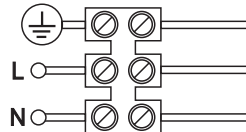

Рис. 2
- Присоедините подготовленные концы проводов к проводам светильника L, N, ⊕ способом, допустимым «Правилами устройства электроустановок» (Рис. 2).